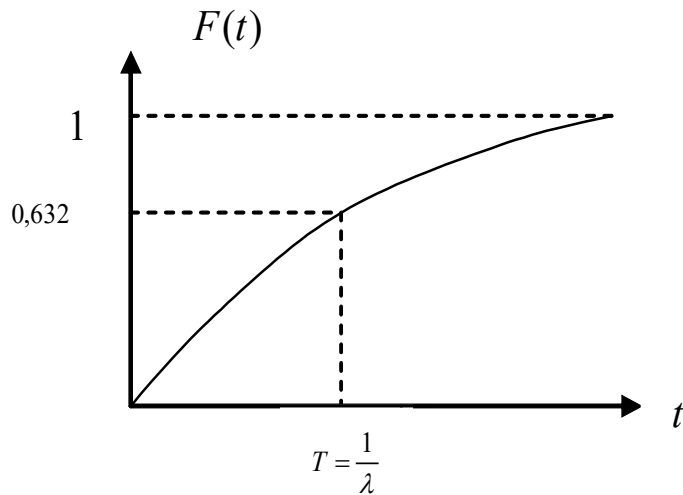

Рисунок 2 – Графік залежності ймовірності відмови від часу
- ймовірність відмови (рис. 2)